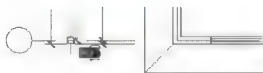

图 3.111 确定图块的插入点
(2) 在指定插入点或 [基点(B)/比例(S)/旋转(R)/预览比例(PS)/预览旋转(PR)]: 提示下,捕捉如图 3.111 所示的端点作为插入点。